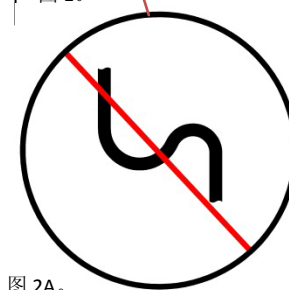

图 2A。
- 加热器出口: 将软管安装在加热器的出口和冷却液返回发动机的位置之间。软管的布线必须以从加热器到发动机持续升高为宜。见图 2A。**说明:** 如果安装了隔离阀, 那么隔离阀不得增加流量限制。只可使用“全流量”式阀门。